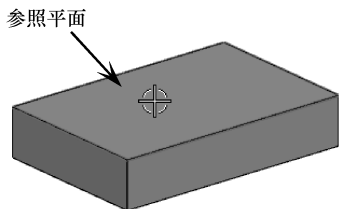

图 1-44 选择参照平面
- 03 选择【按某一距离】类型，然后按信息提示在实体上选择一个参照平面，如图 1-44 所示。